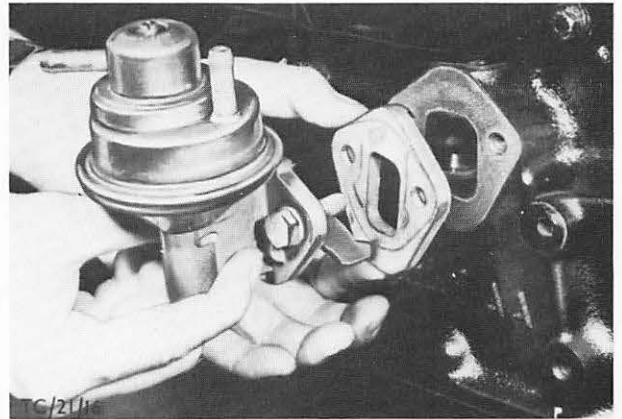

Abb. 36 Kraftstoffpumpe abbauen
13. Kraftstoffpumpe (2 Schrauben) mit Dichtplatte, Abb. 36, abschrauben.